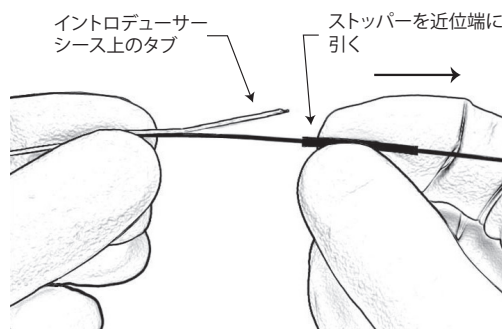

図2 ストッパーを近位端に引く
- (4) 本品が完全に出るまでプッシャーカテーテルの手元の端を引っ張って本品をディスペンサーチューブから取り出す。
- (5) ストッパーのすぐ先端側で本品を持ち、ストッパーを近位側に引いて、イントロデューサーシース上のタブを出す（図2）。